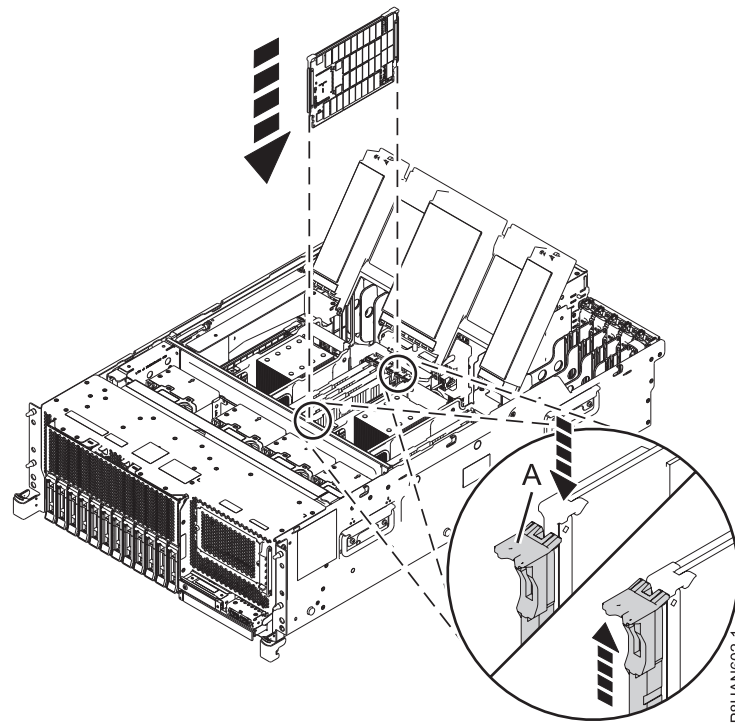

図 8. 8247-42L、8286-41A、または 8286-42A システムでのメモリー・モジュールの取り付けまたは取り替え
5. 固定タブ (A) が所定の場所に収まるまで、メモリー・モジュールをスロットにしっかり押し込みます。図 8を参照してください。